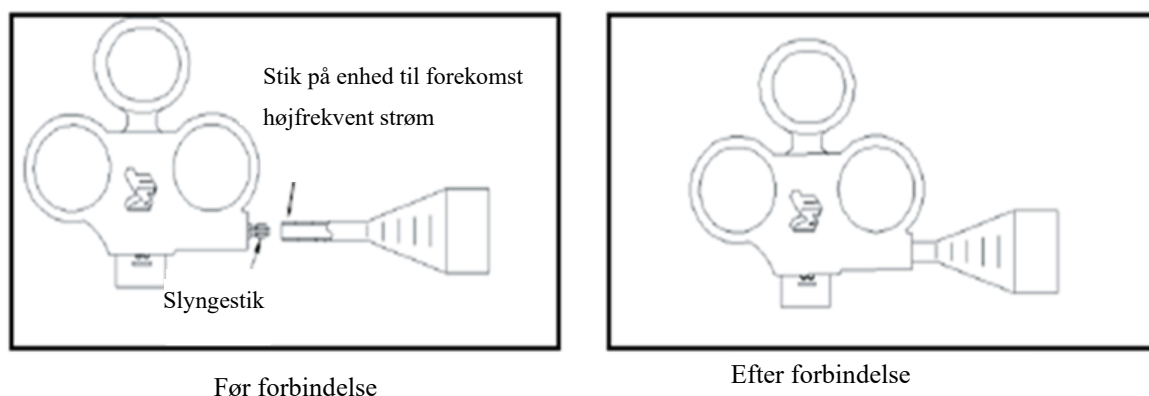

Figur 2
2. Betjen slyngehåndtaget for at trække løkken tilbage i yderrøret (som vist i figur 2). Slingen går ind i fordøjelseskanalen gennem det endoskopiske kanalhul. Under den endoskopiske overvågning skal yderrøret garanteres at lække ud af den distale ende af den endoskopiske kanal (som vist i figur 3):